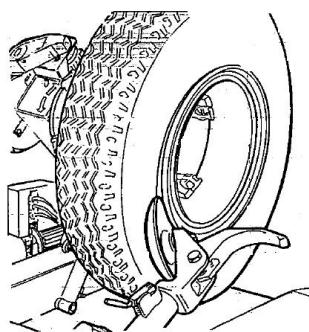

Рис. 34
- 9) Установите бортовое кольцо на обод колеса и блокировочное кольцо с помощью диска приспособления, как показано на рис. 34.
- 9) Установите блокировочное кольцо на обод колеса с помощью диска отрыва борта, как показано на рис. 34.